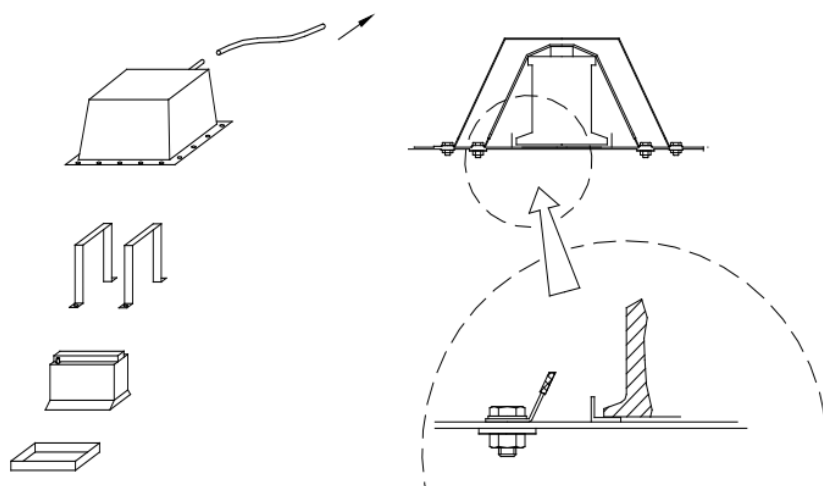

Рис. 5.7. Крепление аккумуляторной батареи.
- Если первоначальное месторасположение аккумуляторной батареи изменено, то она должна быть полностью закрыта электроизолирующим колпаком. Батарея должна быть прикреплена к кузову с использованием металлического гнезда и двух металлических хомутов (не менее 5 мм в диаметре) или металлических пластин (толщина не менее 3 мм, ширина не менее 25 мм) с любым изоляционным покрытием, прикрепленных к основанию болтами и гайками (Рис. 5.7). Для крепления хомутов и пластин должны быть использованы болты диаметром не менее 10 мм, под каждым болтом должна размещаться контршайба толщиной не менее 3 мм, покрывающая не менее 20 см² площади кузова. Допускается крепление батареи оригинальными деталями, если таковые предусмотрены для крепление в этом же месте (например, для крепление в багажнике у соплатформенных автомобилей).